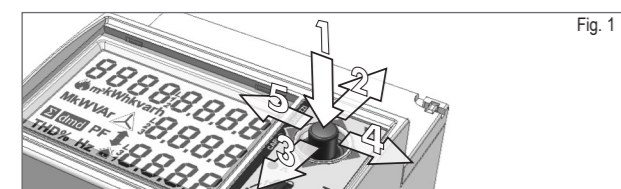

Fig. 1
■ JOYSTICK FUNCTIONS fig. 1
■ FUNZIONI DEL JOYSTICK fig. 1
■ FUNCIONES DEL JOYSTICK fig. 1
■ JOYSTICKFUNKTIONER, fig. 1